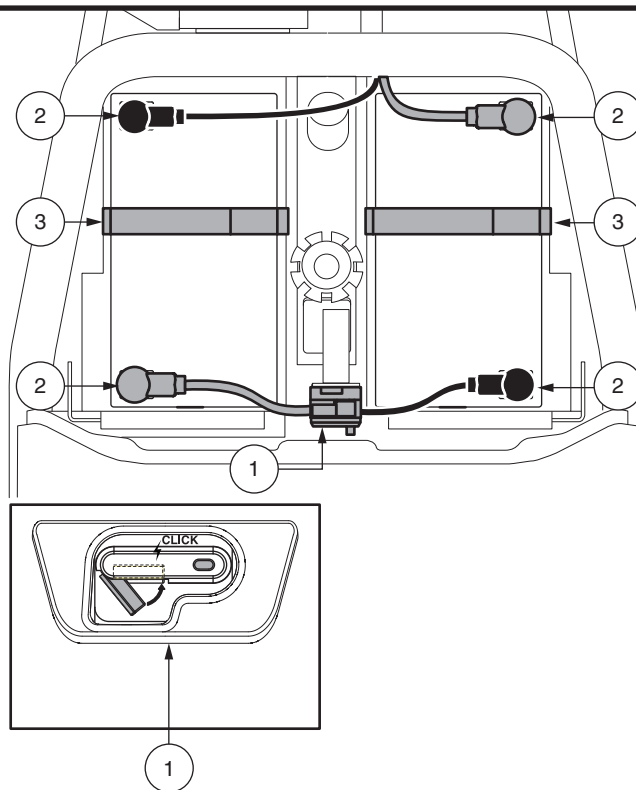

**Figuur 12.** Verwijdering/installatie van de kap
2. Verwijder de achterkap door de twee (2) duimschroeven los te maken. Daarna de kap recht op te tillen en van de voertuig te verwijderen. **Zie figuur 12.**
3. Verwijder de accukap door de vier (4) duimschroeven los te maken. Daarna de kap recht op te tillen en van de voertuig te verwijderen. **Zie figuur 12.**